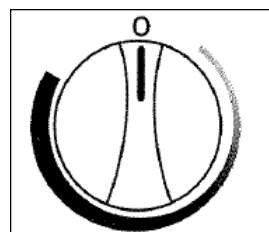

Fig. 2
- Pour arrêter le cabinet à vins (arrêt du refroidissement), tournez le bouton de commande de la temp. à la position «0» (OFF) (**voir la Fig. 2**).
- Tournez la commande en position «OFF» (0) pour couper temporairement le cycle de refroidissement. Lorsque le cabinet à vins n'est pas utilisé pendant une longue période, débranchez la prise de courant et laissez la porte partiellement ouverte. Régler la commande à la position "OFF" pour arrêter temporairement le cycle de refroidissement. Si le refroidisseur de vin ne doit pas être en marche pendant quelques temps, débrancher la prise et laisser la porte entre-ouverte.